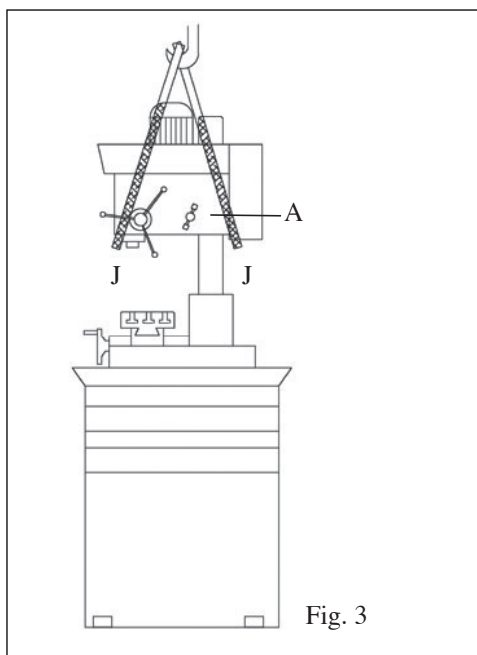

Fig. 3
1. Kontrollér, at hovedet er fastgjort på kolonnen med hovedlåsehåndtaget (A, fig. 3).
2. Placér en rem (med en kapacitet på ca. 400 kg) ved to punkter J (fig. 3) for at løfte maskinen.